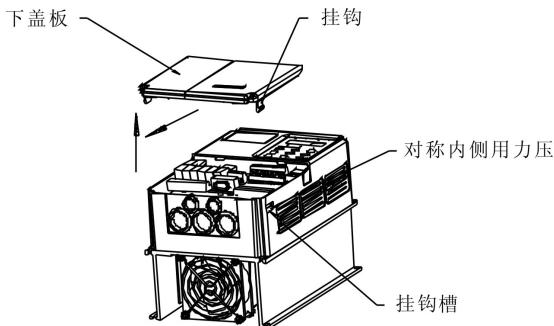

图 3-2 塑胶外壳下盖板拆卸图
3、下盖板拆卸和安装，15G/18.5P以下MD280系列变频器采用塑胶外壳，塑胶外壳下盖板的拆卸参见图3-2。可用工具将下盖板的挂钩往内侧用力顶出即可。